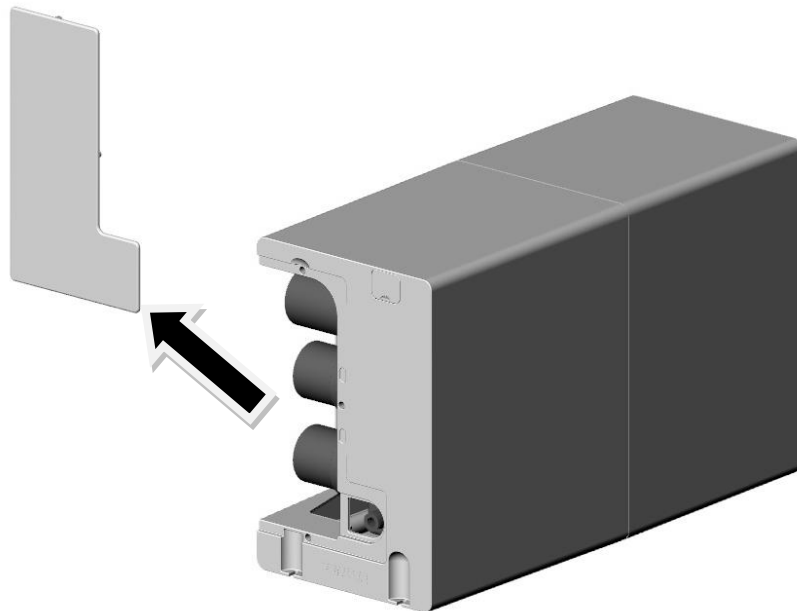

Fig. 8 – COVER REMOVAL
2. Retirez le couvercle du côté du dispositif tel que représenté sur la Fig. 8.